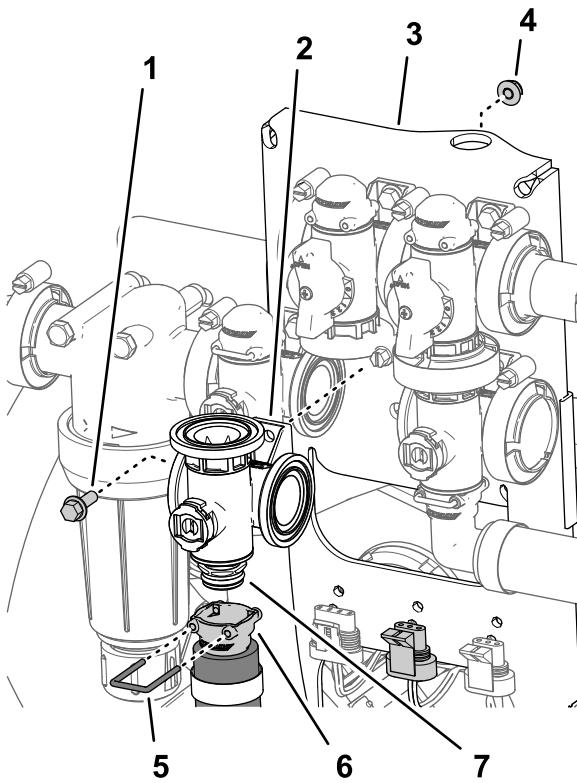

Figure 116
2. Retirez l'étrier qui fixe la douille de raccordement rapide à au raccord rapide du collecteur de la vanne d'agitation (Figure 116).
3. Retirez le boulon à embase (1/4" x 3/4") et le contre-écrou à embase (1/4") qui fixent la vanne d'agitation au support, puis déposez le collecteur de la machine (Figure 116).